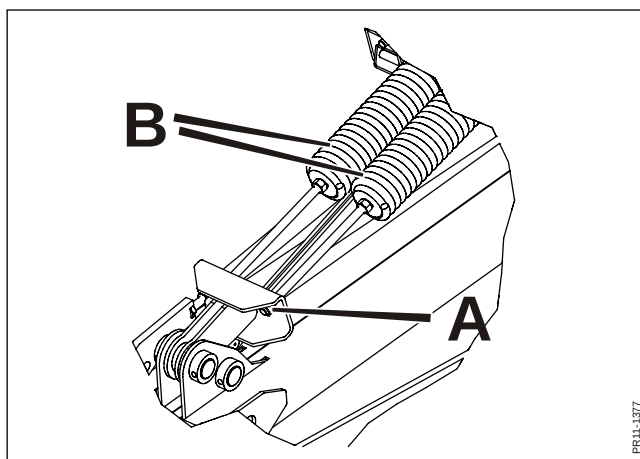

Fig. 3-7
**Fig. 3-7** Die Einstellung der Entlastung erfolgt durch Drehen des Bolzens **A**. Durch Spannen der Feder **B** wird das Mähwerk leichter. Durch Lösen der Feder **B** wird das Mähwerk